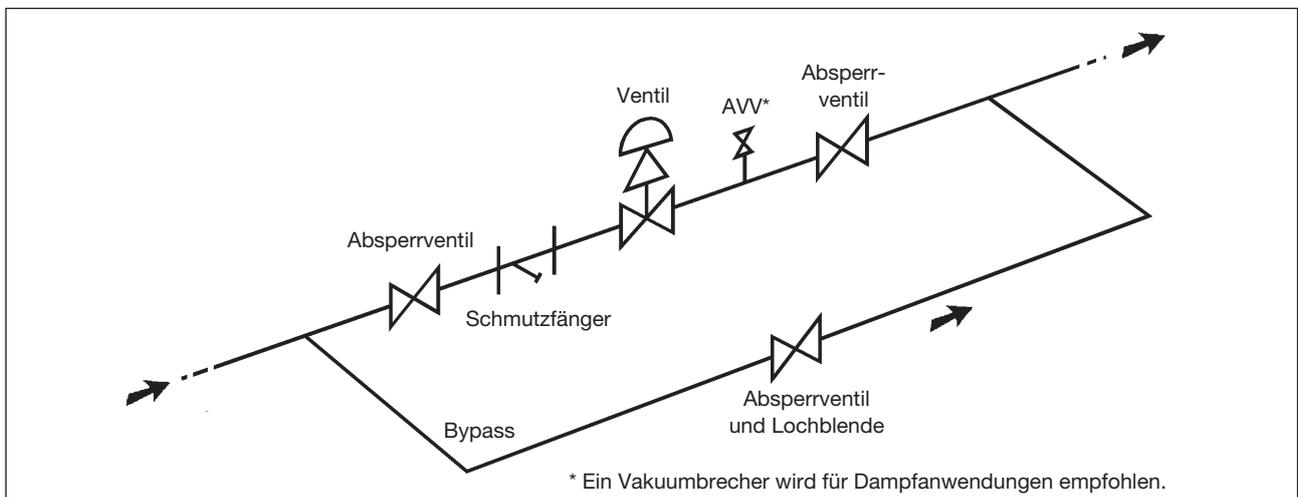

Bild 2: Einbau eines Regelventils (schematischer Aufbau)
- Die Gehäusemutter (Bild 2) handfest anziehen, so dass das Ventiloberteil an seiner Stelle sitzt.